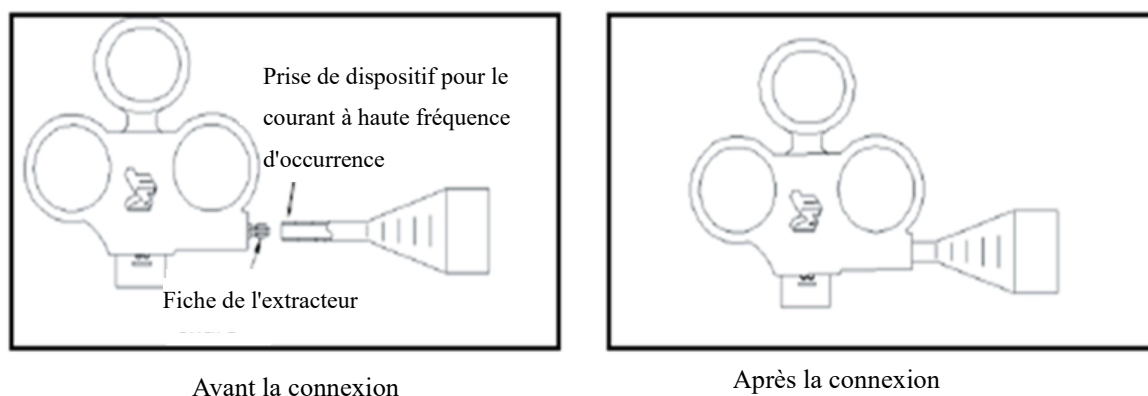

Figure 4
3. Connectez la fiche de boucle de capture à chaud stérile à la prise de l'unité électro-chirurgicale à haute fréquence. Assurez-vous que la connexion est correcte (comme illustré à la figure 4 suivante).